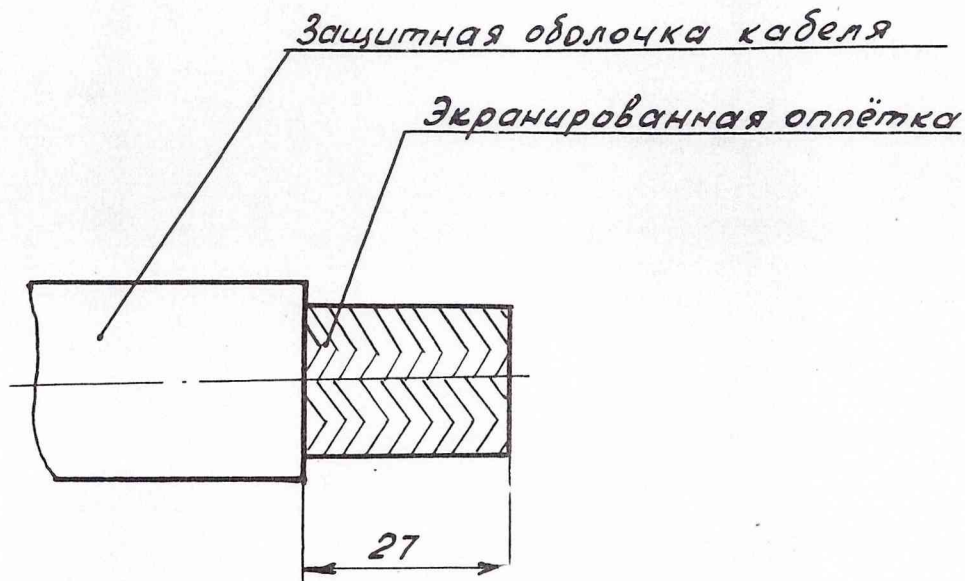
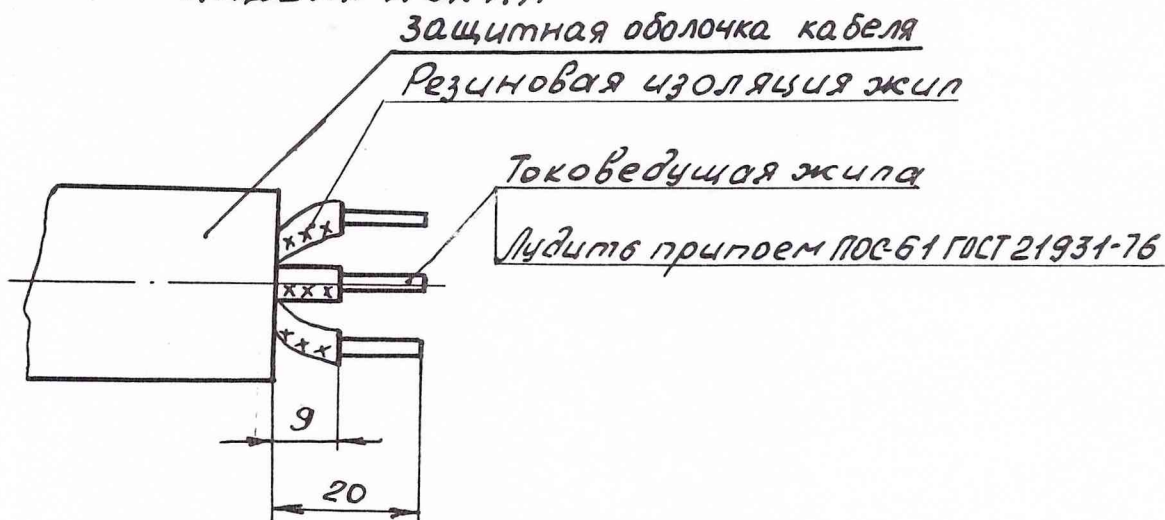

Рис. 7.
Рис. 8.
9.1.6. Оболочку кабеля разделить в соответствии с рис.7, а экранирующую оплетку и изоляцию жил - в соответствии с рис.8.